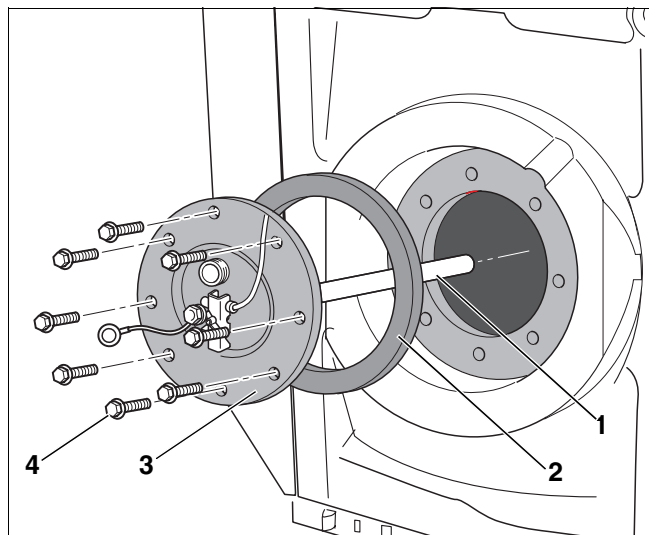

Рис. 15 Демонтаж крышки люка
- Вывернуть болты (рис. 15, **поз. 4**) из крышки люка (рис. 15, **поз. 3**).
- Снять с бака крышку люка вместе с магниевым анодом (рис. 15, **поз. 1**) и уплотнением крышки (рис. 15, **поз. 2**).